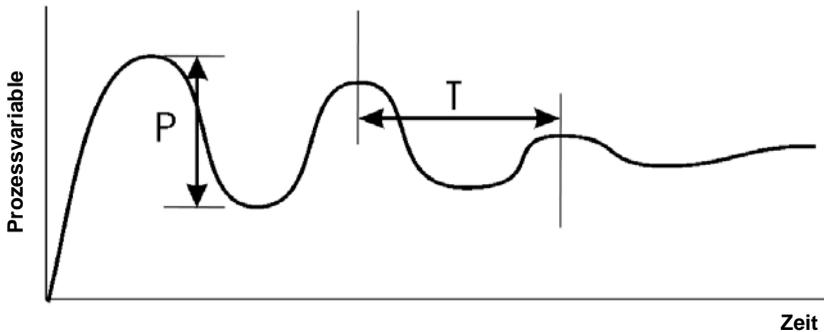

Bild 35 - Manuelle Regelungsabstimmung
1. Stellen Sie den Sollwert (SP) auf den normalen Betriebswert ein (oder auf einen niedrigeren Wert, falls ein zu starkes Überschießen des Istwertes für den Prozess schädlich sein könnte).
2. Wählen Sie EIN / AUS-Regelung (d.h. Einstellung  $Pb_P = 0$ , Porportionalband (PB) = 0%).
3. Starten Sie den Prozess. Die Prozessvariable bzw. der Istwert "schwingt" um den Sollwert herum. Beachten Sie (a) die Spitze zu Spitze -Abweichung im ersten Zyklus, d.h. den Unterschied zwischen dem höchsten Wert beim ersten Überschwingen und dem niedrigsten Wert beim ersten Unterschwingen, und (b) den Zeitwert dieser Schwingung (T) in Minuten. Siehe auch Bild 35 - manuelle Einstellung.